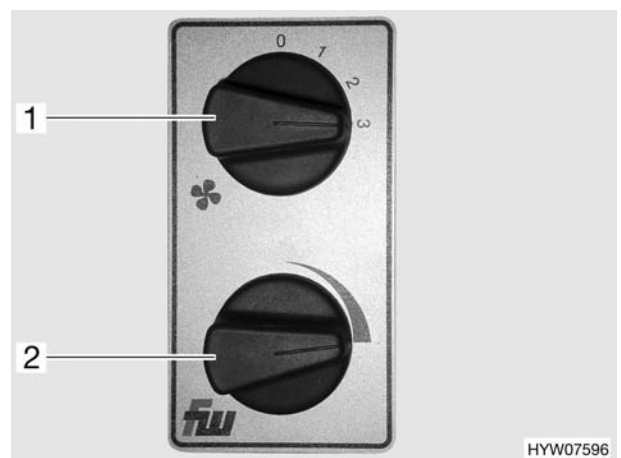

Bild 121 Bedienelemente Zusatzwärmetauscher
- Den Drehregler (Bild 121,2) des Durchflussreglers in die gewünschte Stellung drehen.
- Den Drehschalter (Bild 121,1) auf die gewünschte Stufe stellen.
- Den Drehschalter (Bild 121,1) in Stellung "0" bringen.